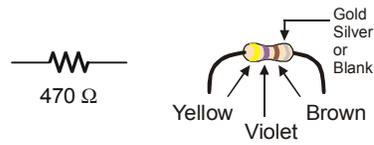
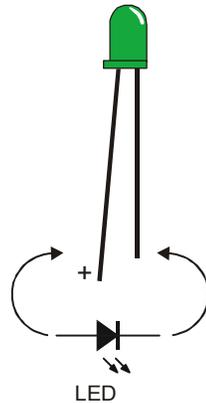

Figura 2-2
Figura 2-4
Una resistenza è un dispositivo che si oppone al fluire dell'elettricità. Questo flusso di elettricità è chiamato corrente. Ogni resistenza ha un valore che indica con quanta forza resiste al flusso di corrente. Questo valore della resistenza viene indicato in ohm ed il simbolo per gli ohm è la lettera dell'alfabeto Greco - Ω . La resistenza con cui lavorerete in quest'esercizio, è la resistenza da 470 Ω mostrata nella Figura 2-2. La resistenza ha due fili chiamati terminali, che escono da ciascun'estremità. Tra i due terminali c'è un contenitore ceramico, ed è questa la parte che oppone resistenza al flusso della corrente. La maggior parte degli schemi che usano il simbolo della resistenza a sinistra, una linea a zig zag, indicano che la persona che dovrà costruire il circuito, deve usare una resistenza da 470 Ω . E' chiamato simbolo schematico. Il disegno sulla destra, è parte di uno schema usato in alcuni testi per allievi alle prime armi del Corso Stamps in Class per aiutarli ad individuare la resistenza nel kit.
La Figura 2-4 mostra lo schema di collegamento di un LED e lo schema pratico. Un LED ha due terminali. Uno è chiamato anodo, l'altro è chiamato catodo. In quest'Esercizio, dovrete collegare il LED ad un circuito, e dovrete fare attenzione ed assicurarvi che l'anodo ed il catodo siano collegati al circuito correttamente. Sullo schema pratico, l'anodo è marcato con il simbolo più (+). Sullo schema elettrico, l'anodo è la parte larga del triangolo. Sullo schema pratico il catodo è il terminale non contrassegnato, e sullo schema elettrico, il catodo è la linea al vertice del triangolo.
Identificazione dei componenti: In aggiunta allo schema pratico della Figura 2-2 e della Figura 2-4, per aiutarvi ad identificare i componenti del kit che vi servono, potete guardare le fotografie sull'ultima pagina del libro, ciò vale per questo e per tutti gli altri esperimenti. Per ulteriori informazioni sui componenti di queste foto, vedere **l'Appendice B: Equipaggiamenti ed Elenco**
- √ Usare la Figura 2-4 per decidere quale terminale è collegato al catodo del LED. Cercare il terminale più corto e la zona piatta sul corpo plastico del LED.